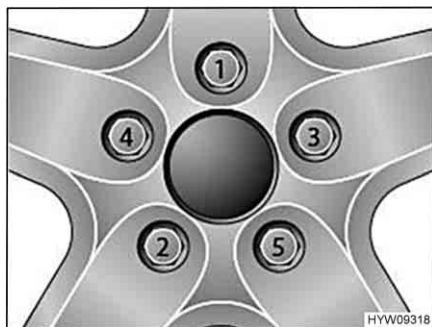

Fig. 182 Serraggio a croce di dadi delle ruote e bulloni delle ruote
- Serrare i dadi delle ruote o i bulloni delle ruote nell'ordine riportato in Fig. 182. A tale scopo, utilizzare una chiave dinamometrica e rispettare la coppia di serraggio indicata (vedi paragrafo 13.5.2).
- Controllare regolarmente il serraggio dei dadi o dei bulloni. Regolare il serraggio dei dadi delle ruote o dei bulloni delle ruote di una ruota sostituita dopo circa 50 km. A tale scopo, procedere seguendo l'ordine indicato in Fig. 182.
- Se si utilizzano cerchioni nuovi o riverniciati, regolare il serraggio dei bulloni o dei dadi dopo altri 1000 - 5000 km. A tale scopo, procedere seguendo l'ordine indicato in Fig. 182.
- ▷ Serrare a croce i dadi o i bulloni delle ruote (Fig. 182).